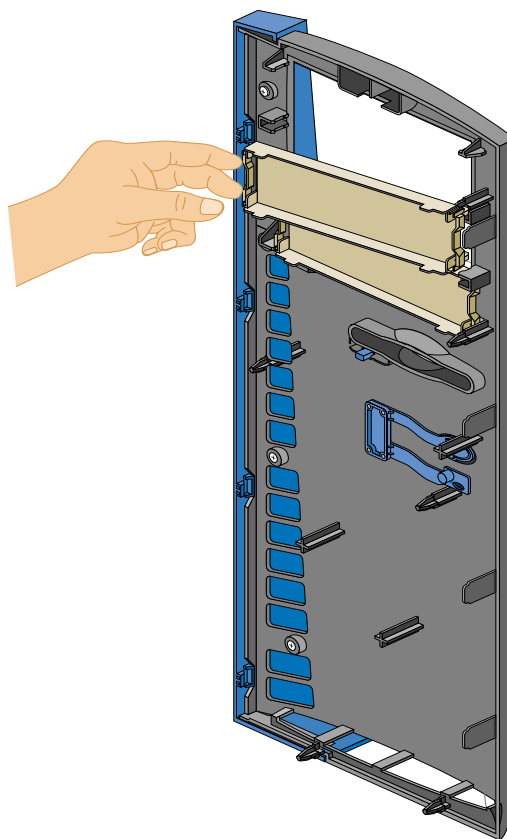

図 2-4 ベゼルブランキングプレートの取り外し
- ブランキングプレートを取り外すには、ブランキングプレートの片方の端の爪を内側に押し込み、ベゼルからブランキングプレートを引き出します。図 2-4 にその手順を図示します。